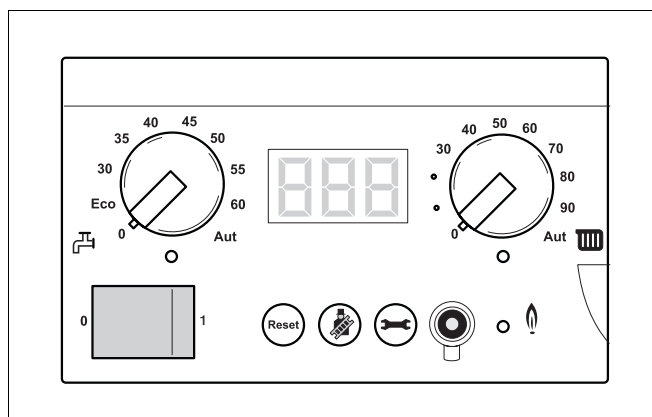

Fig. 78 Strømmen til varmeanlægget afbrydes
- Afbryd strømmen til varmeanlægget (fig. 78).